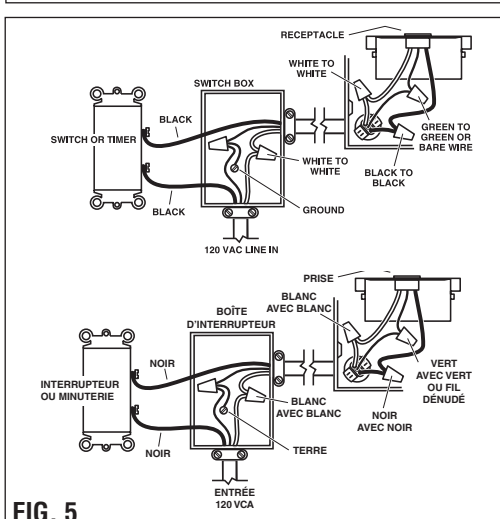

FIG. 5
4. **TURN OFF POWER AT SERVICE ENTRANCE** and connect wiring from fan to house wiring using correct size wire connectors. Connect black supply (house) wire to black wire on wire panel. Connect white supply (house) wire to white wire on wire panel. Connect ground (copper) supply (house) wire to green or copper wire in wire panel (FIG. 5). Push all wiring into corner under wire panel and slide wire panel back into original place - press and make sure tab on top is locked into side of housing.
4. **COUPER LE COURANT AU PANNEAU DE DISTRIBUTION** et brancher les fils du ventilateur au câblage domestique à l'aide de connecteurs de fils de la bonne taille. Brancher le fil d'alimentation noir (maison) au fil noir du panneau de câblage. Brancher le fil d'alimentation blanc (maison) au fil blanc du panneau de câblage. Brancher le fil de mise à la terre (cuivre) (maison) au fil vert ou en cuivre du panneau de câblage (FIG. 5). Pousser tout le câblage dans le coin sous le panneau de câblage et glisser le panneau en place - appuyer et s'assurer que la patte sur le dessus soit verrouillée dans le côté du boîtier.